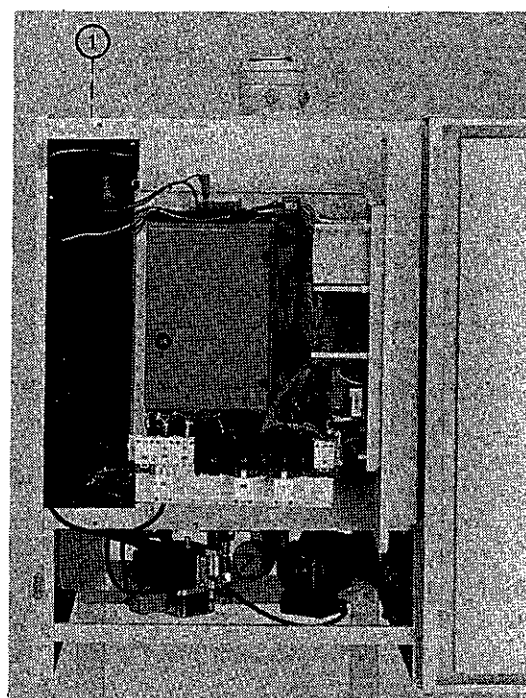

Abb. 27
2. Schrauben im Frontblech der Viessmann Miromatik-MC lösen, Viessmann Miromatik-MC herausziehen und in Servicestellung an den dafür vorgesehenen Bolzen einhängen (Abb. 27).